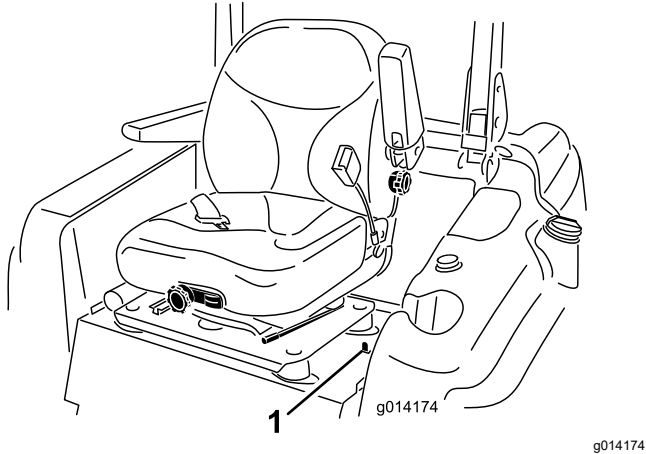

图 16
1. 向后移动位于座椅左侧的座椅门锁可打开座椅锁定然后向前拉动座椅顶部图 16。